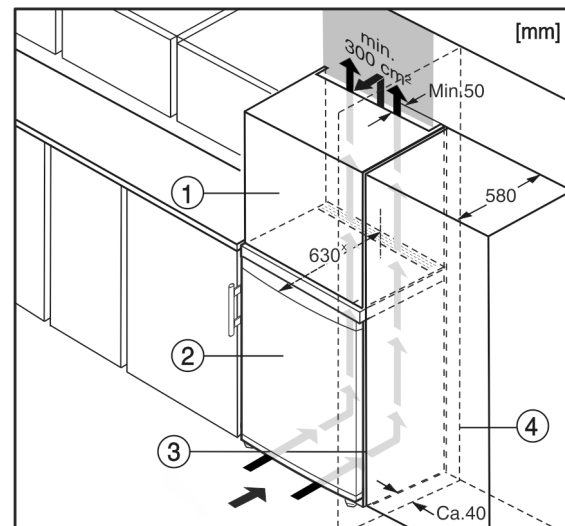

Fig. 10
El aparato se puede rodear de armarios de cocina. Para adaptar el aparato *Fig. 10 (2)* a la altura de la cocina, se puede instalar un armario *Fig. 10 (1)* correspondiente sobre el aparato.
Si la cocina posee armarios (profundidad máx. 580 mm), el aparato se puede colocar directamente junto al armario de cocina *Fig. 10 (3)*. El aparato sobresale 34 mm \* por los lados y 50 mm \* en el centro del aparato respecto al frente del armario de cocina.\*
Si el aparato se instala con las bisagras junto a una pared *Fig. 10 (4)*, la distancia entre el aparato y la pared debe ser de como mínimo 40 mm. Esto equivale al saliente del tirador con la puerta abierta.\*